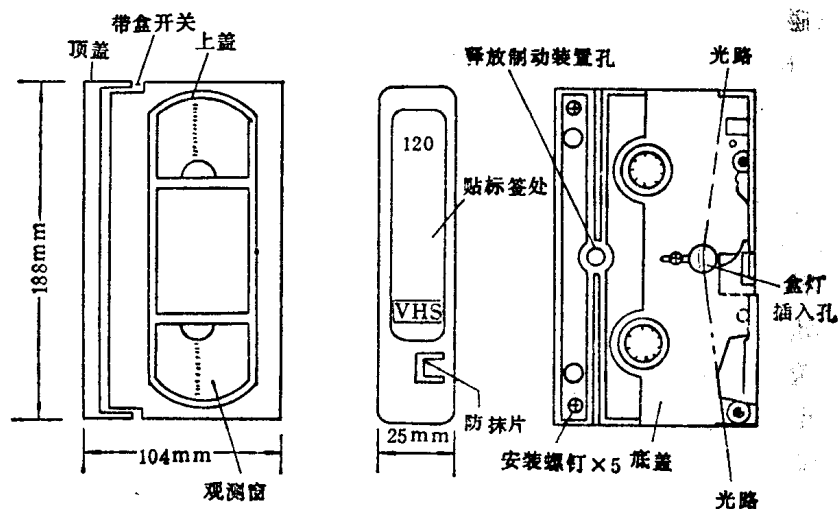

图 1-5 磁带盒外部结构
1. 家用录象机磁带的种类。目前家用录象机磁带共有 5 种: ①VHS 型录象机用磁带, 又称大 1/2 英寸磁带, 磁带宽为 12.65mm, 磁带盒的外形尺寸为 $188 \times 104 \times 25\text{mm}^3$ 如图 1-5 所示。② β 型录象机用磁带又称小 1/2 英寸磁带, 磁带宽为 12.65mm, 但磁带盒的外形尺寸较小, 为 $156 \times 96 \times 25\text{mm}^3$ 。 β 型磁带与 VHS 型磁带不能通用。③新近开发的超小型 VHS-C 型录象机用磁带, 磁带宽也为 12.65mm, 但带盒的外形尺寸更小, 为 $92 \times 59 \times 23\text{mm}^3$ 。这种磁带的电气特性与 VHS 磁带相同。供带盘与 VHS 磁带相同, 卷带盘裸露在磁带盒的外面, 通过齿轮与整机的卷带齿轮啮合传动。这种录象磁带可以借助于磁带盒附加器在 VHS 型录象机中使用。④1/4 英寸录象磁带适用于 CVC 型录象机, 磁带盒的大小与录音磁带盒类似, 其尺寸为 $106 \times 68 \times 12\text{mm}^3$ 。⑤8mm 录象磁带仅适用于 8mm 录象机, 录放时间为 1 小时, 磁带盒尺寸为 $90 \times 60 \times 14\text{mm}^3$ 。
⑤磁带磁性层表面电阻小,不易带有静电,以免吸附灰尘影响录放效果。
⑥磁带的倒带和快进的时间应满足要求。磁带在运行中不应有特殊的响声出现。
①拆卸:磁带盒中的制动装置在拆卸过程中易散落,所以在拆卸磁带盒时应按下列步骤进行。首先撕去磁带盒侧面的胶纸,然后拆下 5 个安装螺钉(参看图 1-5)。此时不要将磁带盒打开,必须将磁带盒翻过来,再将带有观测窗的一面去掉即可进行磁带的修复。
②修复:由于使用不当将磁带拉断或磁带的某部分损伤严重时,可将磁带从带盒中拉出,将损坏部分剪掉,将要对接的磁带搭接在一起,用剪刀沿与磁带边缘成 45° — 60° 角的方向剪切,小心地将磁带对接,使对接磁带的边缘为一直线,然后在带基一侧贴上透明胶纸。注意不要让透明胶纸贴在磁性层一侧,不要让透明胶纸的粘状物从对接的磁带缝隙处泄漏出来以免损坏磁头。在磁带的拆卸和修复中一定不要将卷带盘与供带盘装倒,否则使整个磁带装反,带基一面与磁头鼓接触,使该磁带不能录/放电信号。